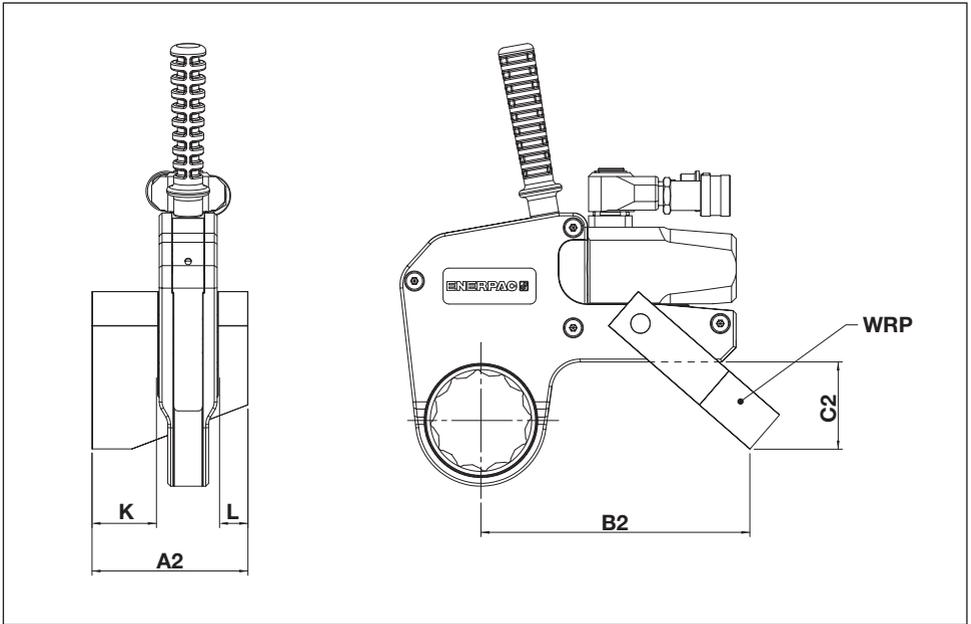

Fig. 24
6.1.2 Dimensiones, pala de reacción serie WRP (Fig. 24)